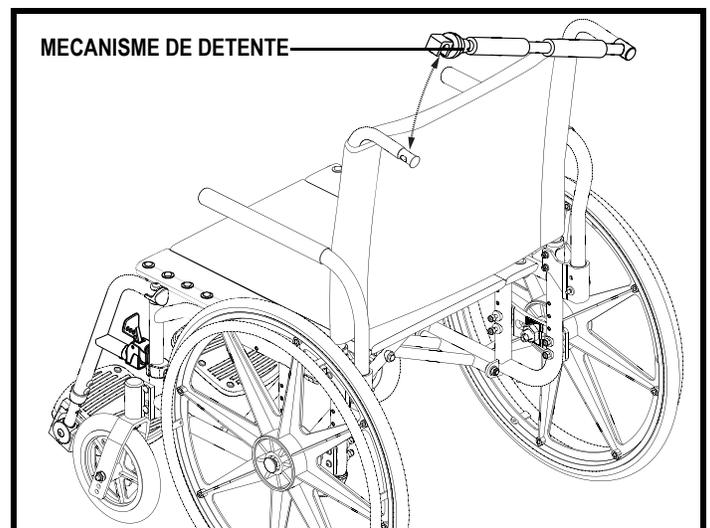

Figure 8. Fonctionnement de la barre de stabilisation
1. Pesez et tenez le mécanisme de détente en poussant la barre vers le centre du fauteuil roulant. Voir la figure 8.
1. Si votre fauteuil roulant est équipé de l'option HD, débloquez la barre de stabilisation en pesant et tenant le mécanisme de détente tout en soulevant la barre pour la détacher du fauteuil roulant. **Voir la figure 8.**